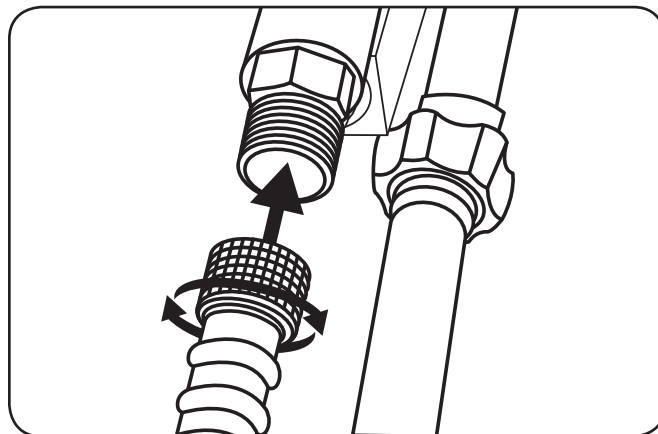

**Figure 5-2**
5. Conecte el suministro de agua a la entrada de la bomba. Ver la Figure 5-2.